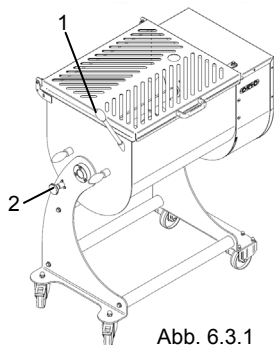
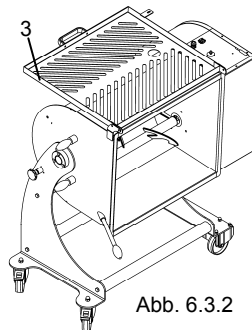

Abb. 6.3.1
Abb. 6.3.2
- Den Handgriff der Umkippstange erfassen und die Wanne waagrecht halten „1“ Abb. 6.3.1.
- Den Befestigungsknopf des Behälters ziehen „2“ Abb. 6.3.1
- Nach Auslösen kann die Wanne gedreht werden (Abb. 6.3.2), dazu die Umkippstange ziehen „1“ Abb. 6.3.1.
- Schutzgitter öffnen „3“ Abb. 6.3.2 und die Wanne entleeren